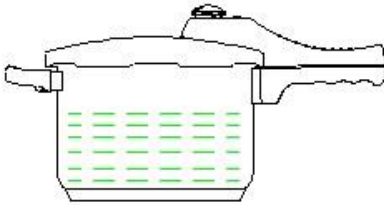

fig. 1.
- **2/3 de la capacité - plats ordinaires (fig. 1).**